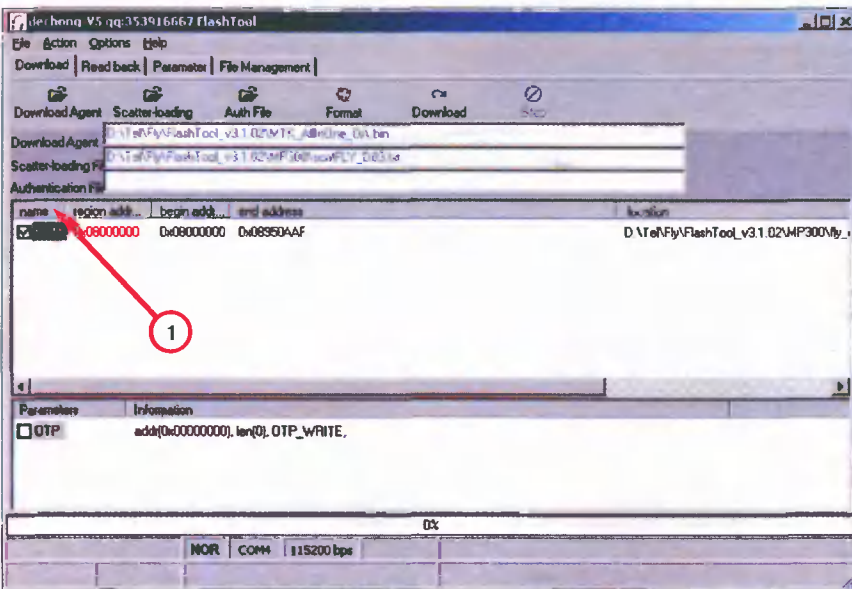

Рис. 5. Вкладка Download программы FlashTool
3. Нажимают кнопку «Scatter-loader» и указывают файл настройки, в котором заданы адреса блоков Flash-памяти телефона, подлежащих программированию. Для принудительного указания имени файла с информацией, подлежащей загрузке в телефон, отличного от прописанного в файле настроек, дважды щелкают по заголовку (столбец name) соответствующей строки списка (1 на рис. 5). После чего в стандартном Windows-диалоге выбирают бинарный файл, подлежащий загрузке в телефон. Данную операцию, при необходимости, повторяют для всех областей памяти (если их несколько).